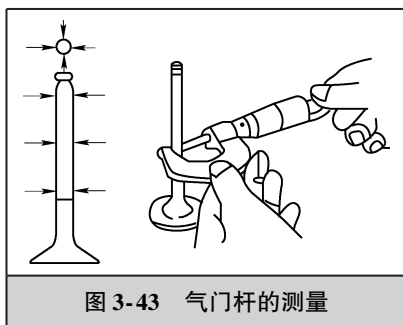

图 3-43 气门杆的测量
(1) 气门工作面的检修 气门工作面磨损起槽或烧蚀出现斑点，应进行光磨。气门光磨是在气门光磨机上进行的，光磨后，气门工作锥面的径向圆跳动误差一般应不大于 0.01mm，表面粗糙度应小于 1.25 μ m。
(2) 气门杆的检修 用外径千分尺检测气门杆的磨损, 测量部位如图 3-43 所示。通常与气门杆尾端未磨损部分对比测量, 当磨损量超过 0.05mm , 或用手触摸有明显的阶梯感觉时, 应更换气门。